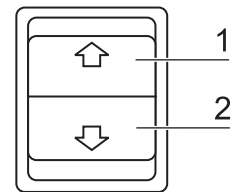

Abb. 16
**Abb. 16:** Ist die Fernbedienung nicht verfügbar, können mit dem Pilot-Switch, einem Wipptaster, alle zum Betrieb notwendigen Grundfunktionen des Gerätes gesteuert werden: